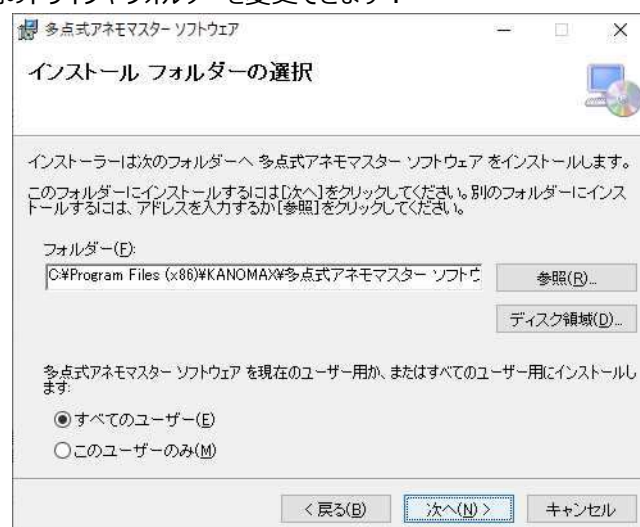

図 2-2 インストール先フォルダー選択画面
- 2) 次へ (N) をクリックすると、図 2-2 が表示されます。標準のインストール先は C ドライブですが、「参照」をクリックすると、インストール先のドライブやフォルダーを変更できます：